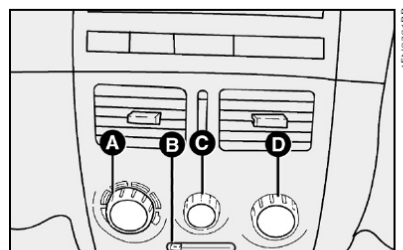

fig. 41
1) Seletor para a temperatura do ar **A-fig. 41** totalmente posicionado à esquerda.
2) Seletor do ventilador **C-fig. 41** posicionado na velocidade máxima.
3) Seletor de distribuição do ar **D-fig. 41** apontado para ; controlar para que todas as saídas de ar estejam totalmente abertas.
4) Ligar o ar-condicionado apertando o seletor **C-fig. 41**.
COMANDOS fig. 41
O ar-condicionado é muito útil para acelerar o desembaçamento, pois desumidifica o ar. É suficiente regular os comandos para a função de desembaçamento e ativar o condicionador, apertando o seletor **C-fig. 41**.
1) Condicionador de ar ligado: seletor **C-fig. 41**.